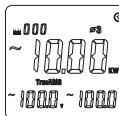

图8-5
- 再按SELECT键选择第三相位φ3，如图8-5，显示相位φ3的视在功率kVA值，电压V值，电流A值。